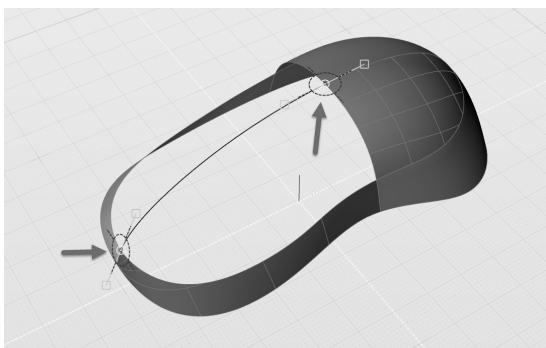

图 5-186 绘制融合曲线
15) 使用“融合曲线”工具  绘制一条融合曲线，必须将其两端锁定于图 5-186 中所示的两个曲面的边线上。